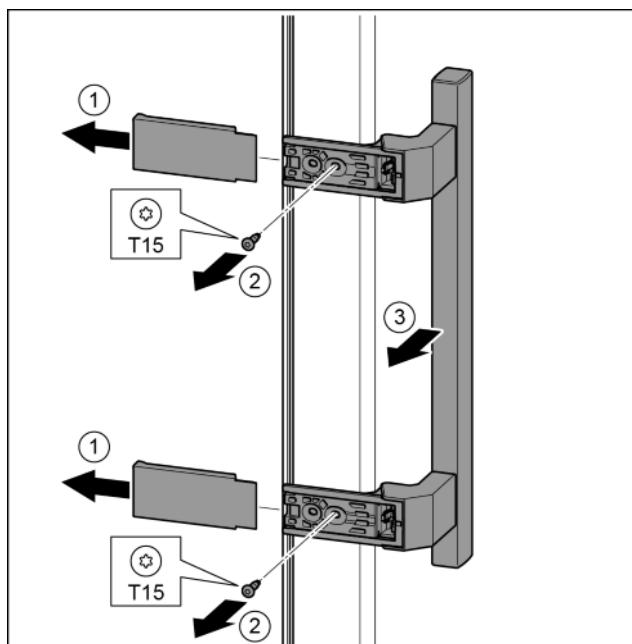

Fig. 12
- Зніміть кришку та встановіть її з іншого боку. *Fig. 12 (1)*
- Встановіть опорний кронштейн з іншого боку і закріпіть гвинтами за допомогою викрутки T25. Почніть із гвинта 2 знизу посередині. *Fig. 12 (2)*
- Закрутіть гвинти 3 та 4. *Fig. 12 (3, 4)*
- Вставте цілком опорний гвинт. При цьому виступ фіксатора повинен бути спрямований назад. *Fig. 12 (5)*